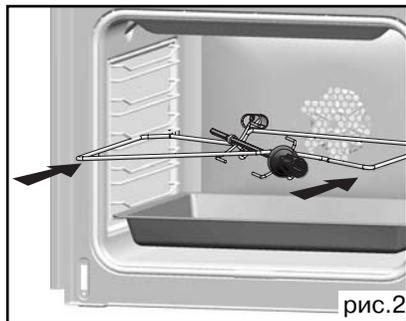

рис. 2
• Многофункциональный противень (рис. 2).
- вставьте вертел в держатель (рис. 2).